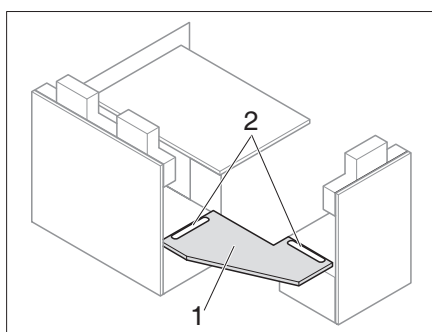
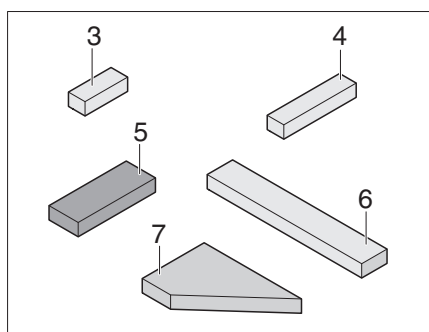
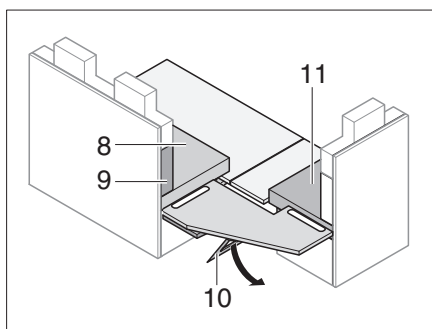
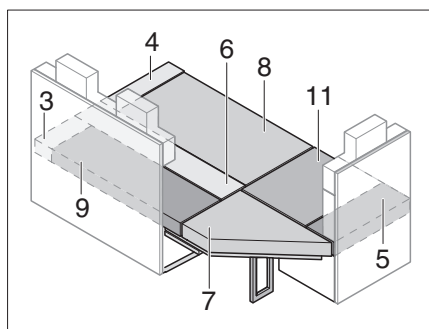

Bild 185 Sätt i förstärkningsplattan
Bild 186 Extradynor
Bild 187 Stöd förstärkningsplatta
Bild 188 Efter ombyggnaden
- Sätt in förstärkningsplatta (Bild 185,1) i spåren (Bild 185,2).
- Fäll ut stödet (Bild 187,10) under förstärkningsplattan (Bild 185,1).
- Lägg på sits-, ryggstöds- och extradynor så som visas på Bild 188 (positionsnumren hänvisar till Bild 186 och Bild 187).
- Fäll ut sittbänksförlängningarna (Bild 185).